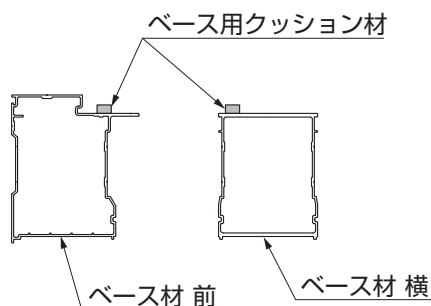
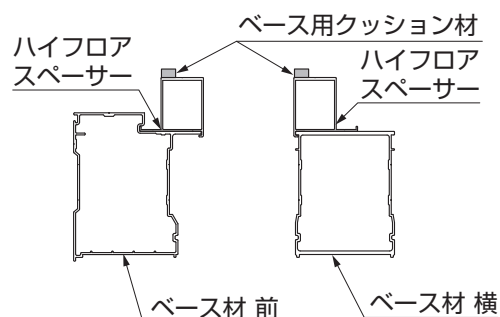

図1-1 樹ら楽ステージの場合
図1-2 ハイフロアの場合
- ①ベース材 前、ベース材 横のデッキ張付け面にベース用クッション材を貼ってください。（図1-1、図1-2参照）